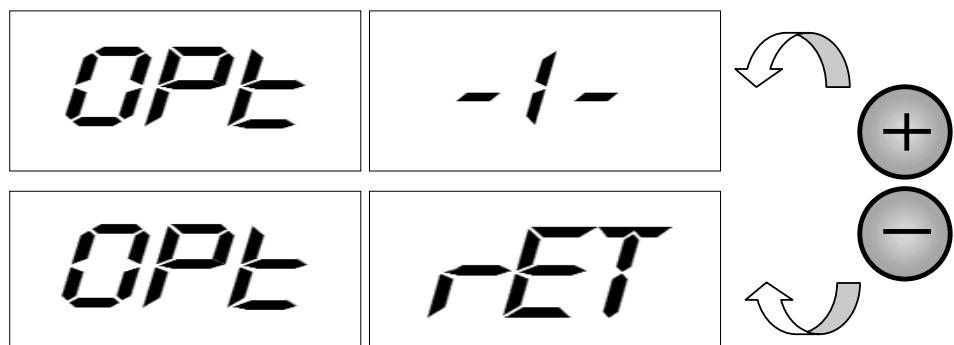

图 F5.1 进入优化功能程序
- 1) 按动按键 [F+P4] 屏幕显示如图 F5.1 所示选项。按动按键 [P4] 或 [P5] 选中 oPt-1- 选项